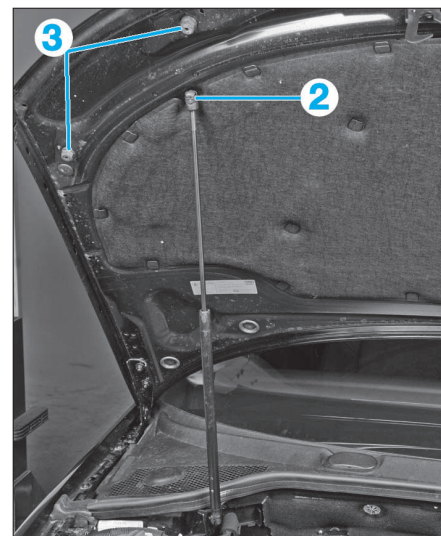

FIG. 12
- Maintenir le capot puis dégraffer le verrouillage (2) du vérin et le dégager (Fig.12).
- Finir de déposer les vis (1) et déposer le capot moteur.